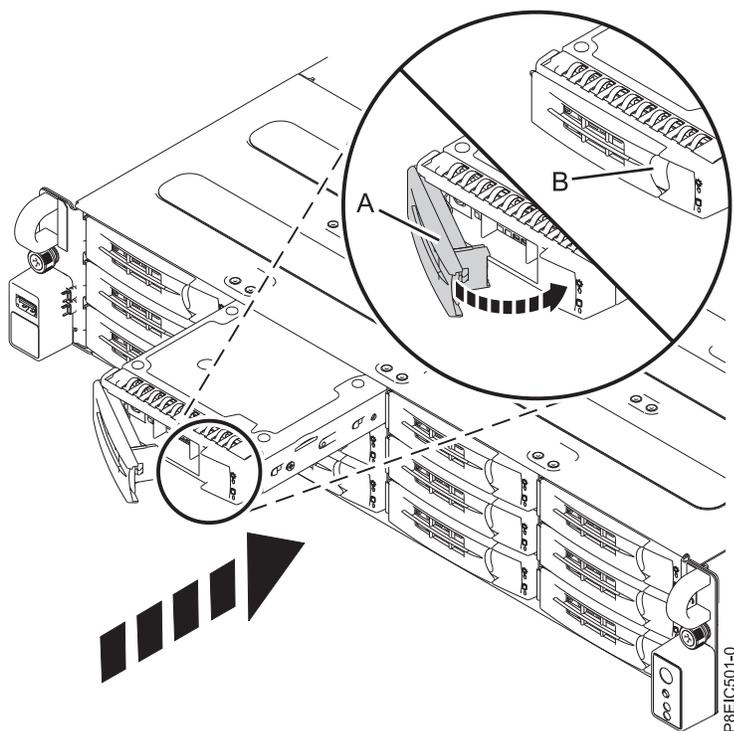

Figure 6. Verrouillage de la poignée du tiroir d'unité
3. Maintenez le tiroir d'unité par le bas lorsque vous le positionnez. Faites glisser complètement le tiroir d'unité dans le système. Appuyez sur le tiroir d'unité jusqu'à ce que sa poignée (A) commence à se fermer et appuyez sur celle-ci jusqu'à ce qu'elle s'enclenche, comme illustré dans la figure 6, à la page 7